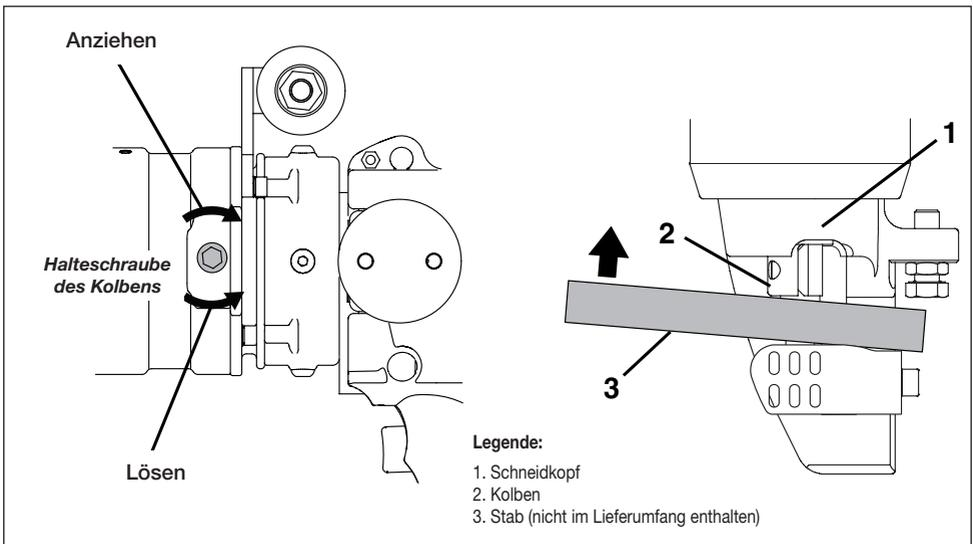

Abbildung 17, Manuelles Einfahren des Kolbens
Siehe die folgenden Schritte. Siehe Abbildung 17:
4. Verwenden Sie einen starren Metallstab, um den Kolben manuell in das Schneidgerät zu drücken, bis dieser in die Ausgangsposition zurückgekehrt ist. Siehe Abbildung 17, Punkt 3. Damit sollten sich Schmutz oder sonstige Materialien lösen lassen, die verhindern, dass der Kolben im Normalbetrieb einfahren kann.
8. Reinigen Sie den freiliegenden Bereich des Kolbens. Entfernen Sie in diesem Bereich Späne, Splitter oder Schmutz. Siehe Abbildung 17, Element 2.